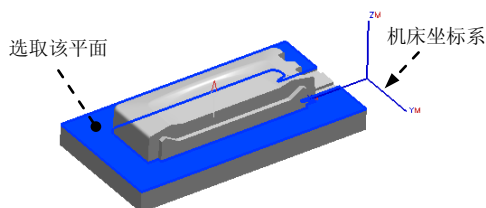
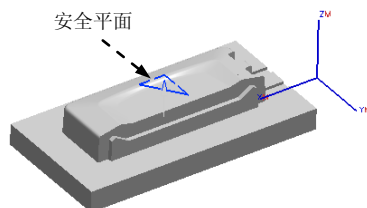

图 10.3.3 创建机床坐标系
图 10.3.4 创建安全平面
Step3. 单击“CSYS”对话框 **操控器** 区域中的“点对话框”按钮 ，在“点”对话框 **XC** 文本框中输入值 -110.0，在 **YC** 文本框中输入值 57.5，在 **ZC** 文本框中输入值 30.0，单击两次 **确定** 按钮，完成机床坐标系的创建，结果如图 10.3.3 所示。
Step2. 选取图 10.3.3 所示的平面，在 **偏置** 文本框中输入值 40.0，单击 **确定** 按钮，系统返回到“Mill Orient”对话框，完成图 10.3.4 所示安全平面的创建。